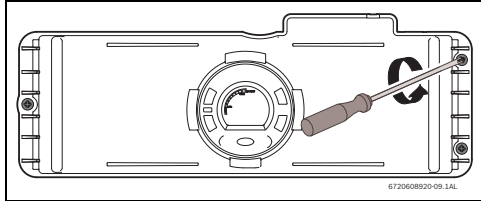
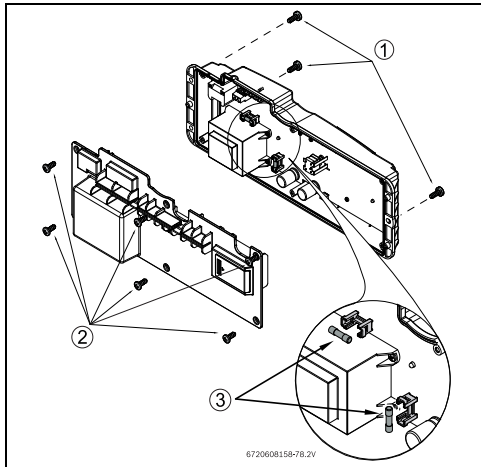

Fig. 52
Fig. 53 Ubicación de los fusibles
- ▶ Aflojar tres tornillos en la parte delantera de la caja electrónica (Fig. 52 y Fig. 53, pos. 1).
- ▶ Halar la caja electrónica para acceder a los seis tornillos en la parte posterior y retirarlos (Fig. 53, pos. 2).